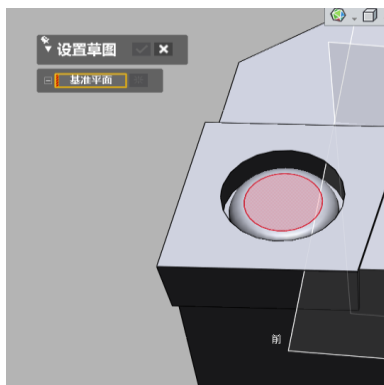

图 4.83 草图设置
24) 点击菜单栏模型>圆角图标，弹出圆角对话框，要素：选择圆柱边缘，半径 1mm，如图 4.83 所示，点击确定退出。
25) 点击菜单栏草图>草图图标，弹出草图对话框，基准平面：圆柱顶面，如图 4.83 所示，点击确定进入草图环境。